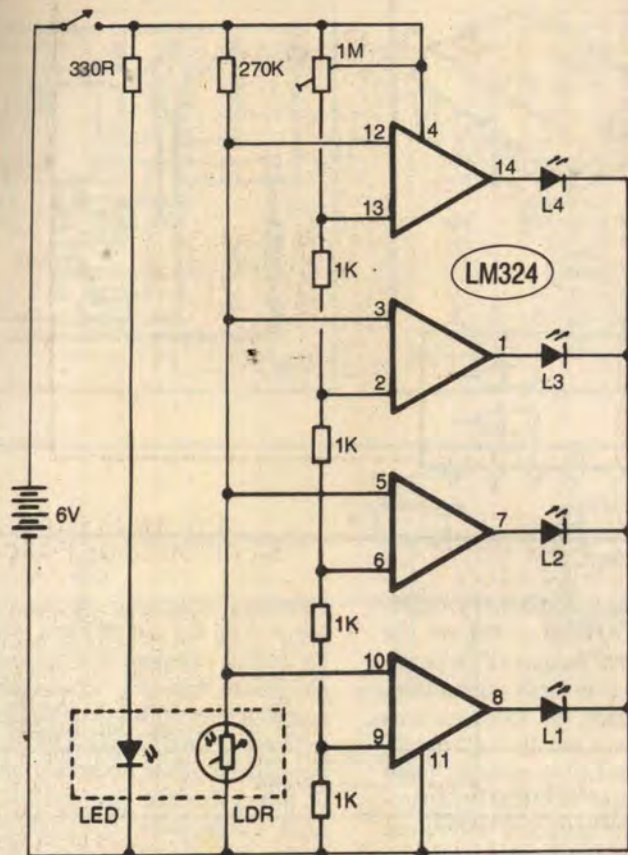

Fig.1
**- FIG. 1 - DIAGRAMA ESQUEMÁTICO DO CIRCUITO** - Um único Integrado Linear, bastante comum, sob o código **LM324**, contém os 4 Amplificadores Operacionais utilizados no arranjo como meros comparadores de Tensão (ou seja: não fazem uma amplificação *linear* propriamente, mas apenas avaliam e indicam quando determinado nível de Tensão pré-definido é *ultrapassado*...). Na saída de